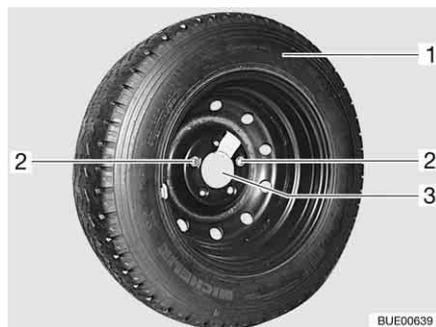

Fig. 280 Soporte para rueda de repuesto en el garaje trasero
- Aflojar los dos tornillos de fijación (Fig. 280,2) con las herramientas de a bordo y extraerlos.
- Retirar la rueda de repuesto (Fig. 280,1) del soporte (Fig. 280,3).